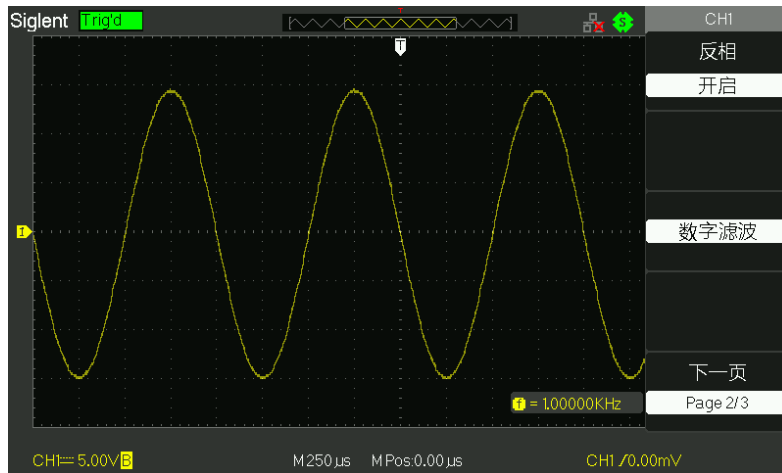

图 2-10 波形反相设置
- 按【1】选择【反相】为【开启】，显示的信号相对于地电位翻转 180°。如图 2-10 所示: